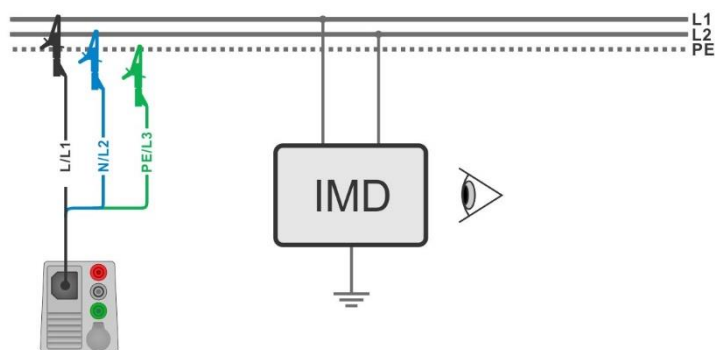
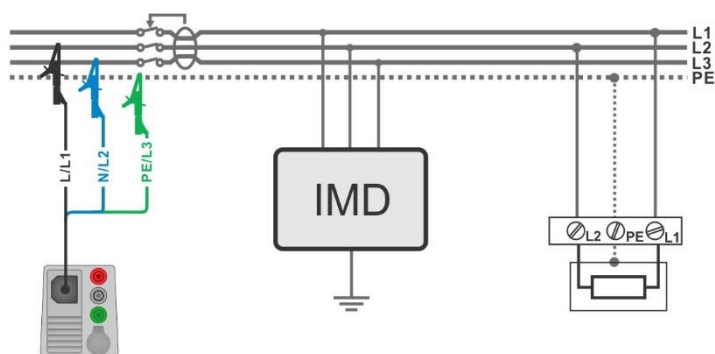

Abbildung 7.111: Messung des höchsten Fehlerstrom des ersten Fehlers mit dem 3-Leiter Prüfadapter
Abbildung 7.112: Messung des Fehlerstrom des ersten Fehlers im RCD geschützten Stromkreis mit dem 3-Leiter Prüfadapter
- › Schließen Sie den 3-Leiter Prüfadapter am Prüfling an, siehe **Abbildung 7.111** und **Abbildung 7.112**.